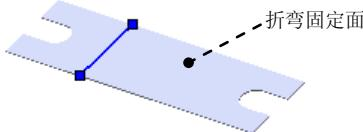

图 10.3.5 折弯固定面
Step5. 定义折弯固定面。在图 10.3.5 所示的位置处单击，确定折弯固定面。